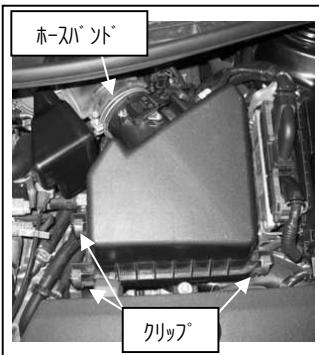

図2
- ②クリップを外し、サクションホースのバンドを緩め純正クリーナーBOX（上側）を取り外します。図2参照